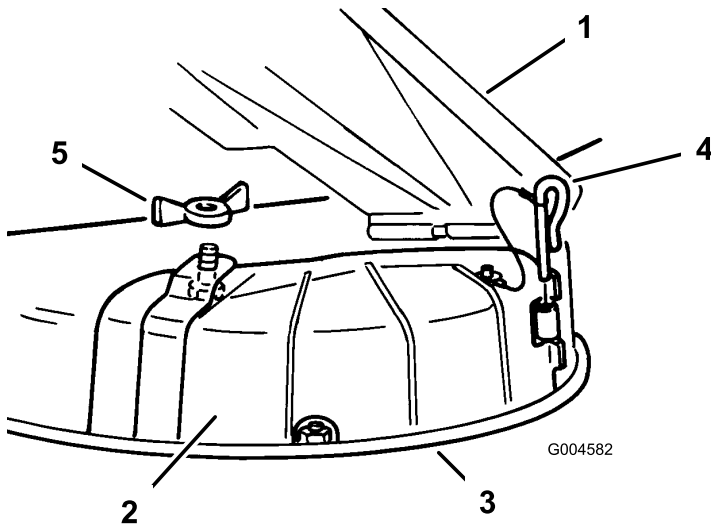

Figura 17
3. Sollevate il deflettore per l'erba, posizionate il coperchio di scarico sull'apertura del bordo inferiore dell'apparato di taglio ed inseritelo sulla parte anteriore della cerniera (Figura 17).
4. Fate scorrere il perno di cerniera sulla cerniera (Figura 17).
5. Fissate il coperchio di scarico al tosaerba con il dado ad alette (Figura 17).